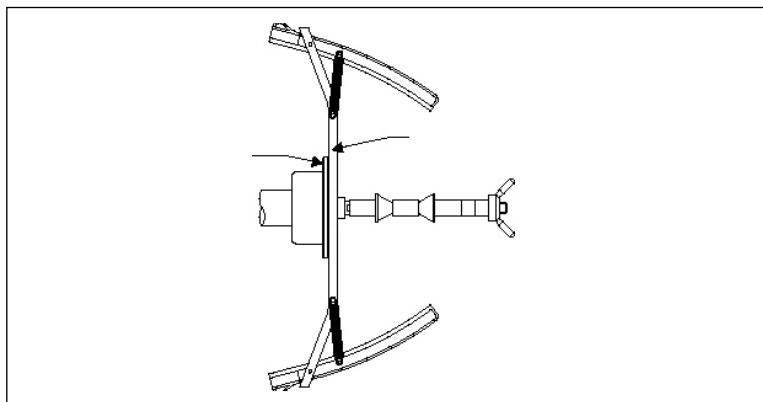

図 F4.1 クリップをバランスシャフトに取り付ける。クリップの「ネジ固定穴」とバランスシャフトの「固定穴」を合わせます。
2) 図 F4.1 に示すように、オートバイ用タイヤ固定具はバランスシャフトに取り付けられています。